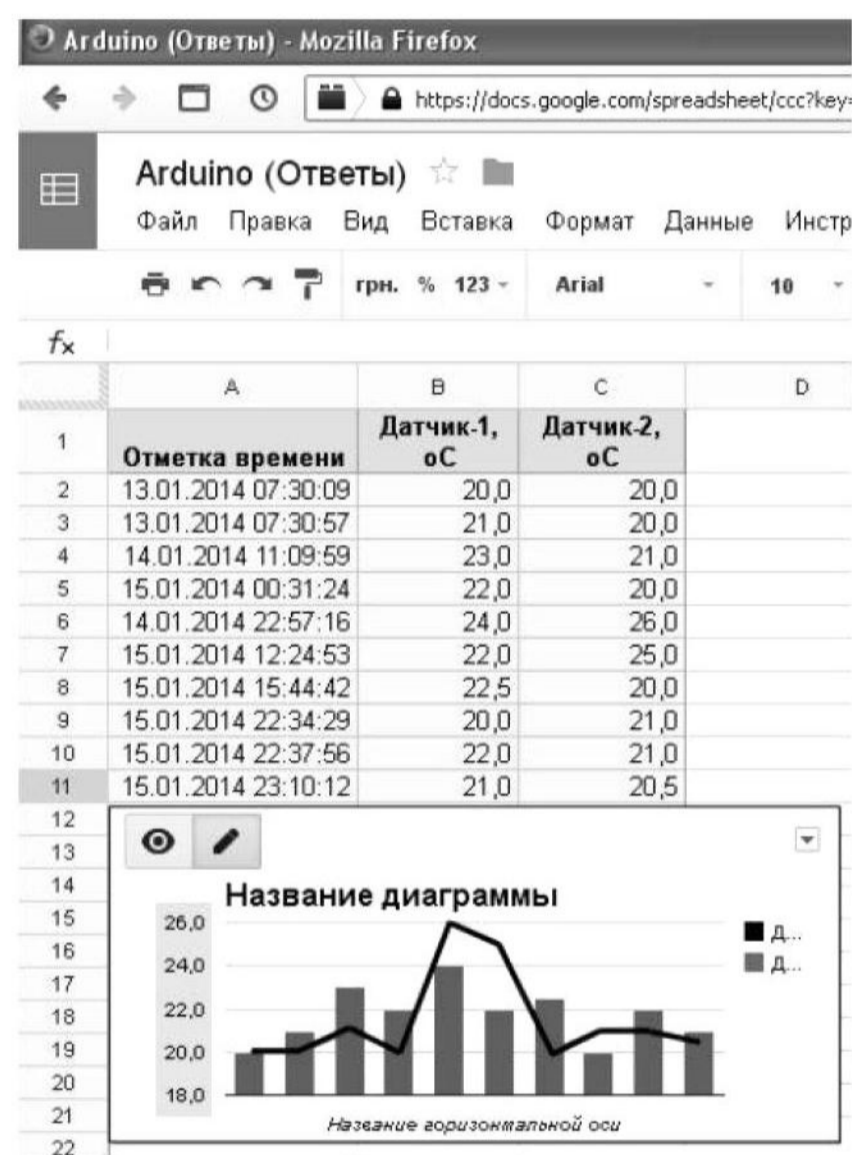

Рис.11
7) Выбрать в форме «Arduino» пункт «Ответы–Просмотреть ответы» или нажать одноименную полоску меню. Перед взором предстанет искомая таблица, содержащая ранее введенные тренировочные цифры температуры. Для корректного отображения времени и чисел изменить параметры: «Файл–Настройки таблицы» и «Формат–Числа–Персонализированные десятичные». При желании можно мышью расширить столбец «Отметка времени» и сузить столбцы датчиков, а на свободное поле добавить график: «Вставка–Диаграмма» (рис.11).